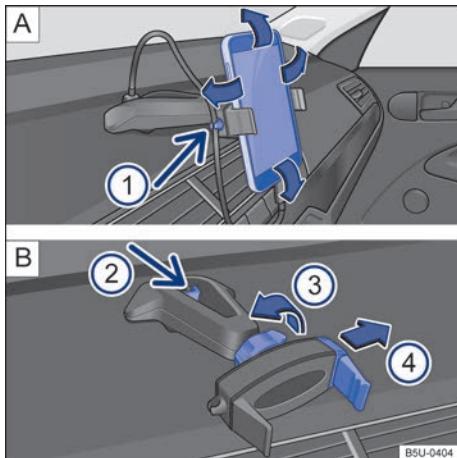

Fig. 172 En la consola central: soporte para smartphone y ajustes.
- Sujetar el soporte con una mano y presionar la tecla de desbloqueo → fig. 172 B ② (flecha).
- Con la varilla → fig. 172 B ④ mover en la dirección de la flecha, e instalar el smartphone en el alojamiento.
- Con la otra mano mover la varilla → fig. 172 B ④ hasta que se pueda retirar el aparato del alojamiento.
- Colocar el cable USB en la entrada cargador USB del soporte existente en el panel de instrumentos → fig. 172 A.
- Sujetar el cable en el soporte → fig. 172 A ①.
- Para liberar el movimiento del soporte, girar la traba → fig. 172 B ③ en la dirección opuesta de la flecha.
- Para fijar la posición, girar la traba en el sentido de la flecha ③ → fig. 172 B hasta la fijación completa del soporte.
i El soporte para smartphone tiene una garantía de 3 años, con excepción de la varilla deslizante (garra) → fig. 172 **B** **④** que tiene garantía de 1 año. ◀